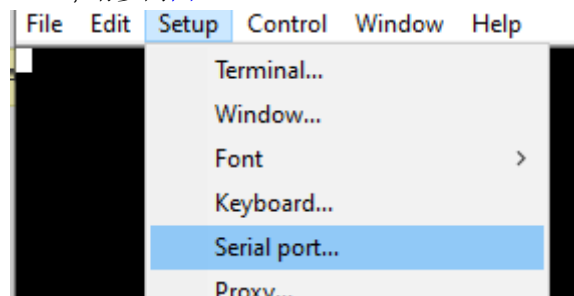

图 4-1. 打开 Teraterm 中的串行端口窗口
3. 依次点击“Setup > Serial port”，请参阅图 4-1。